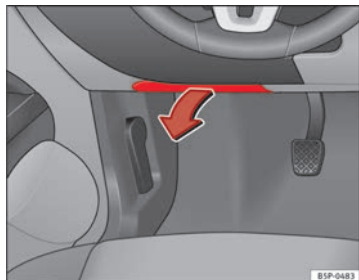

Fig. 185 Côté gauche du tableau de bord : cache du boîtier de fusibles.
- *Ouverture* : rabattez le couvercle vers le bas → fig. 185.